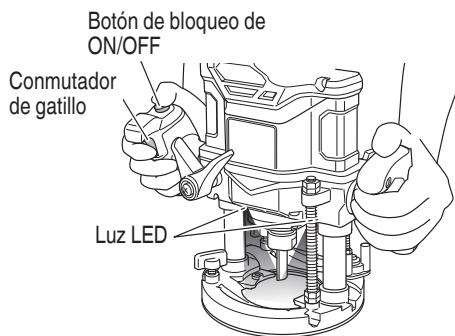

Fig. 28
2. Cómo usar la luz LED (Fig. 28)